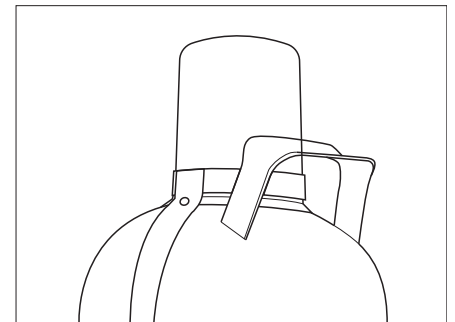

Bild 50 Gasflasche im Fahrbetrieb
- Schutzhaube auf die Gasflasche setzen (Bild 50).